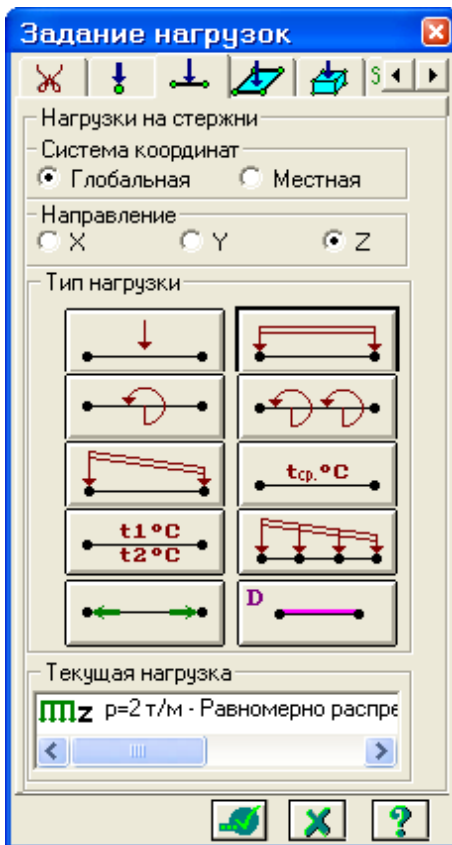

Рис.1.11. Диалоговое окно Задание нагрузок
Нагрузки на узлы и элементы задаются с помощью диалогового окна **Задание нагрузок** (рис.1.11),
- Вызовите диалоговое окно **Задание нагрузок** (рис.1.11) с помощью меню **Нагрузки** ⇒ **Нагрузка на узлы и элементы** (кнопка  на панели инструментов).